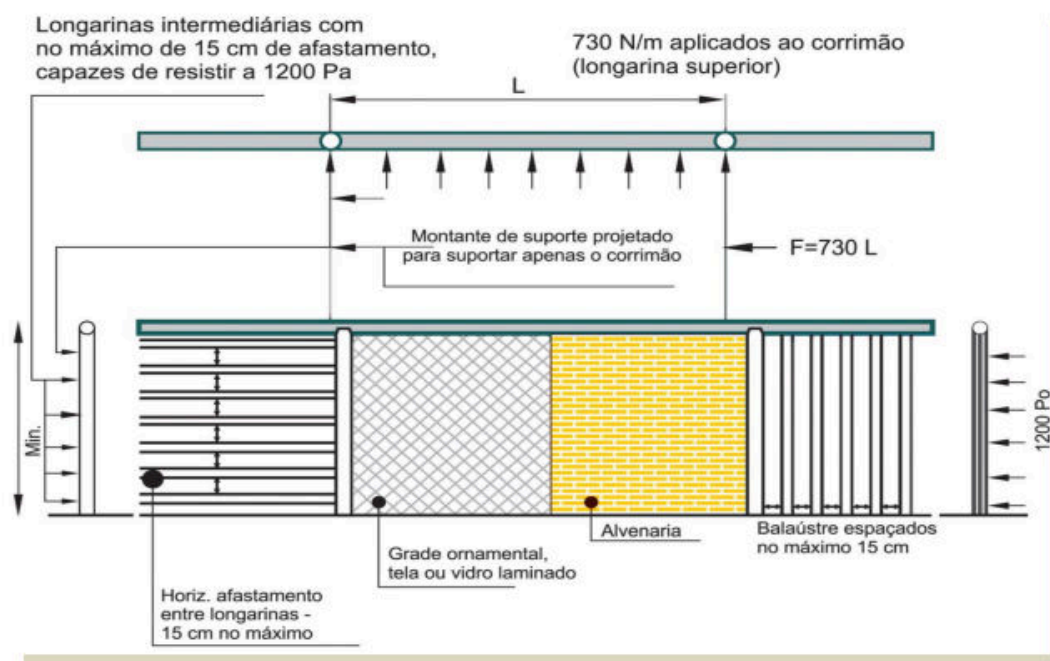

Figura 16: Pormenores construtivos da instalação de guardas e as cargas a que elas devem resistir
- resistir a cargas transmitidas por corrimãos nelas fixados ou calculadas para resistir a uma força horizontal de 730 N/m aplicada a 1,05 m de altura, adotando-se a condição que conduzir a maiores tensões (ver Figura 16);
- ter seus painéis, longarinas, balaústres e assemelhados calculados para resistir a uma carga horizontal de 1,20 kPa aplicada à área bruta da guarda ou equivalente da qual façam parte; as reações devidas a esse carregamento não precisam ser adicionadas às cargas especificadas na alínea precedente (Figura 16);